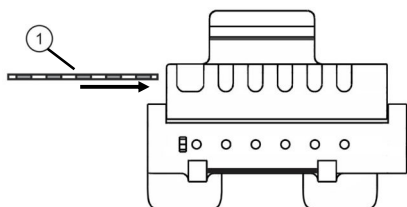

Fig. 1 : Bloc en position ouverte
2. S'assurer que le bloc de connexion est en position ouverte. Voir Figure 1.
S'assurer que le bloc de câbles est en position ouverte (voir Figure 1) et non en position fermée (voir Figure 6) lors de la stérilisation.